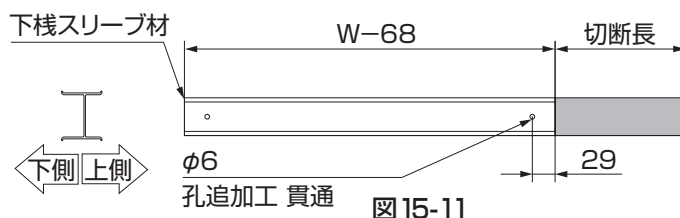

図 15-11
- ⑤ 下棧スリーブ材を切断した側から29mmのところからφ6の下孔をあけてください。(図15-11参照)
- ⑥ 加工後、再度組立ててください。